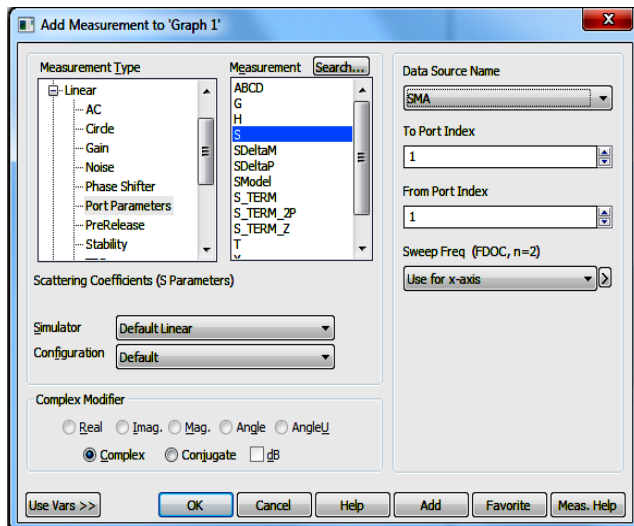

Рис. 108
- Щелкните правой кнопкой мышки по имени графика в левом окне просмотра проекта и выберите **Add New Measurement**, чтобы добавить измеряемую величину **S11** для графика. Убедитесь, что установки в открывшемся окне совпадают с показанными на рис. 108.